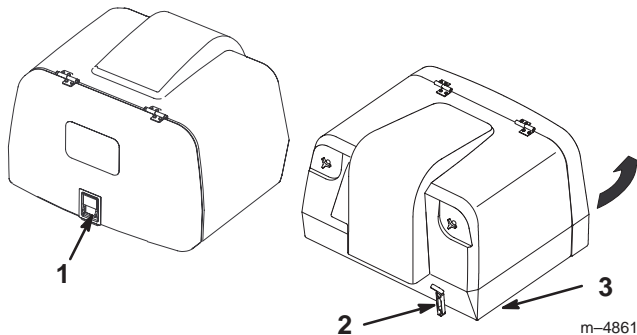

Bild 19
3. Öffnen Sie den Riegel der hinteren Klappe (Bild 19).
4. Haken Sie den vorderen Riegel des Füllkastens aus (Bild 19).
5. Heben Sie den Füllkasten an der unteren vorderen Seite an und kippen Sie das Schnittgut aus (Bild 19).
6. Senken Sie den Füllkasten ab. Sichern Sie den Füllkasten so ab, dass die Riegel einschnappen und sichern den vorderen Riegel am Füllkasten ab (Bild 19).